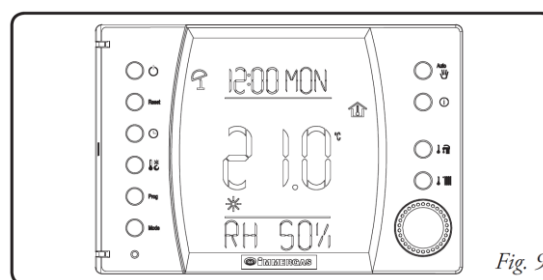

Fig. 9
- **Работа в режиме Лето.** Нажав кнопку , Вы можете перейти в режим Лето (). При этом будет активна только функция горячей воды. Отопление будет отключено. На дисплее будут отображаться время и день недели, комнатная температура и влажность, а также прогноз погоды (смотри рис. 9).